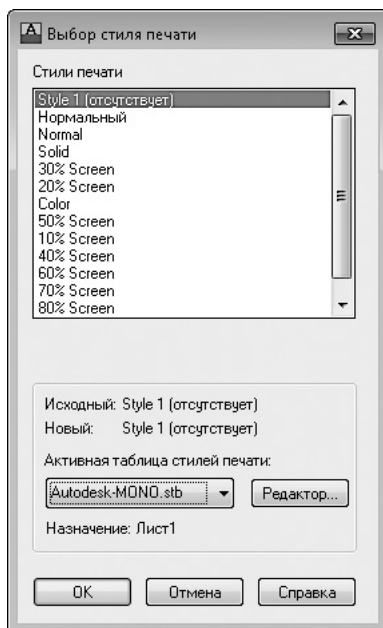

Рис. 8.24. Окно выбора стиля печати
2. Щелкните на значении столбца **Стиль печати** нужного слоя. На экране появится диалоговое окно **Выбор стиля печати** (рис. 8.24).
2. На появившейся палитре **Свойства** найдите раскрывающийся список **Стиль печати** и выберите в нем пункт **Другой**. Вновь появится диалоговое окно **Выбор стиля печати** (см. рис. 8.24), в котором необходимо определить стиль печати выбранного объекта.